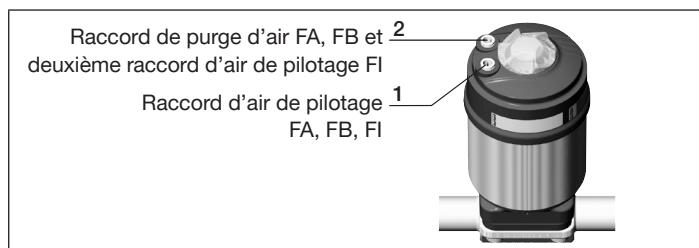

Fig. 14: Raccordement pneumatique
- Raccorder le fluide de pilotage au raccord d'air de pilotage 1 de l'actionneur (voir "Fig. 14: Raccordement pneumatique").
- Raccorder le fluide de pilotage au raccord d'air de pilotage 1 et 2 de l'actionneur (voir "Fig. 14: Raccordement pneumatique").
- Insérer le silencieux dans le raccord de purge d'air libre 2 (voir "Fig. 14: Raccordement pneumatique").